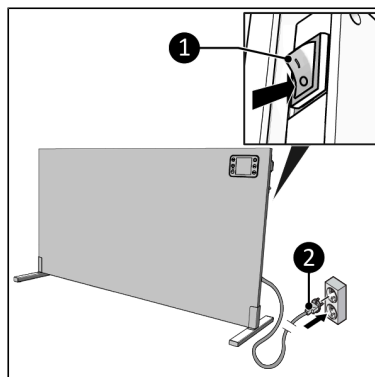

Figure 69.
2. Assurez-vous que le commutateur principal est en position OFF (Figure 69, pos. 1).
3. Insérez la fiche d'alimentation (Figure 69, pos. 2) dans une prise murale reliée à la terre et facilement accessible. Utilisez une prise murale mise à la terre d'une puissance minimale de 1000 watts.